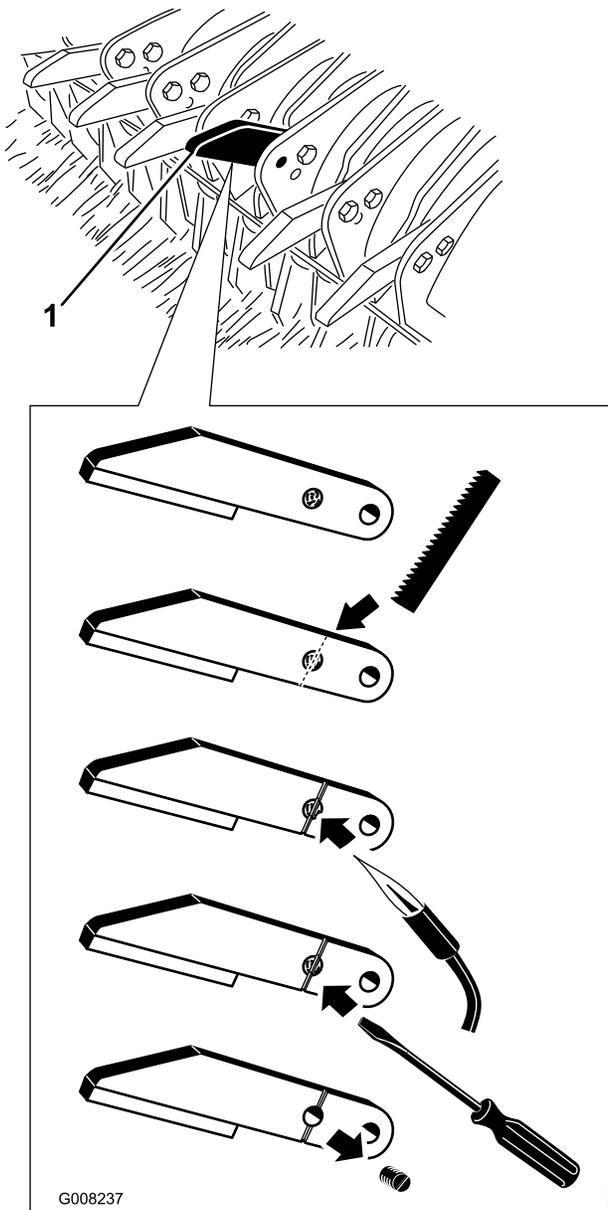

Рисунок 38
1. Снимите несрезанный болт, который крепит зубец измельчителя к ножу (Рисунок 38). Снимите зубец измельчителя с ножа.
2. Ножовочным полотном прорежьте паз в срезанном конце болта и в зубце измельчителя (Рисунок 38). Убедитесь в том, что паз достаточно глубок для размещения плоского лезвия отвертки.
3. Сделав паз, нагрейте горелкой срезанный болт для размягчения локтайта (Рисунок 38).
4. После размягчения локтайта выверните срезанный болт из зубца измельчителя (Рисунок 38).